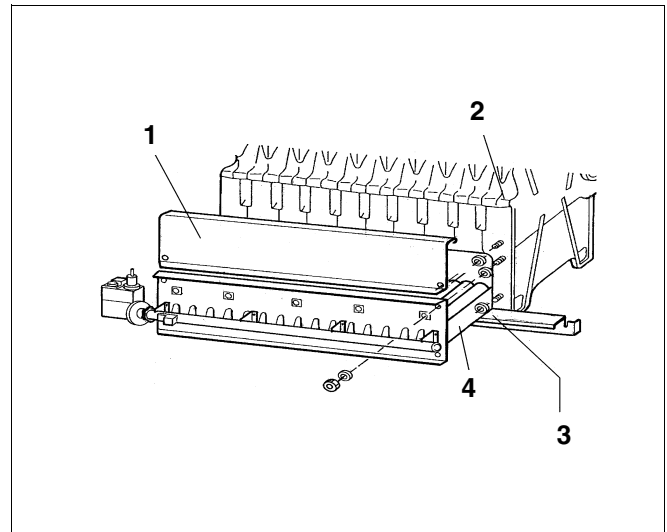

Fig. 39 Montage des brûleurs à gaz
- Engager les distanceurs (fig. 39, **pos. 3**) sur les goujons.
- Accrocher le couvercle de nettoyage (fig. 39, **pos. 1**) au-dessus de la plaque du brûleur sur le bord en fonte (fig. 39, **pos. 2**) puis visser sur les goujons avec écrou et rondelle.
- Introduire le brûleur dans le foyer. Le raccordement à la ligne de gaz doit être situé sur la face arrière de la chaudière (fig. 39).
Légende pour la fig. 39